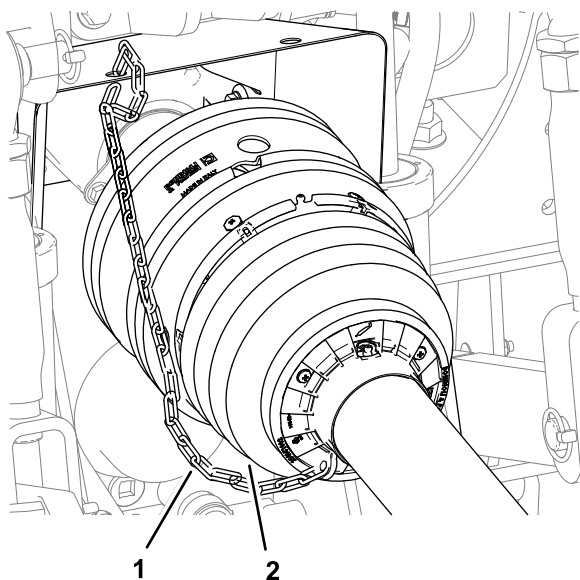

Figura 32
6. Conecte la cadena de seguridad a una parte fija del vehículo de remolque (Figura 32).